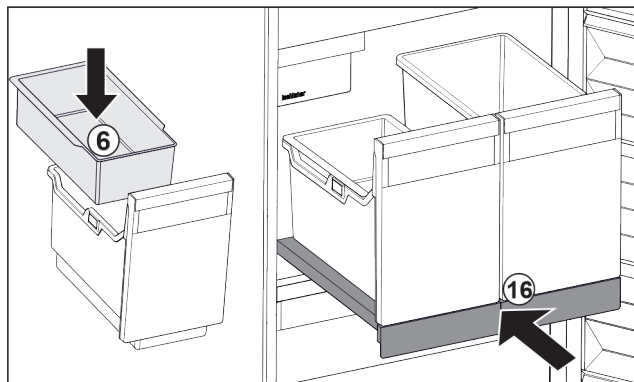

Fig. 30
- ▶ Inserire la vaschetta da agganciare Fig. 30 (6) per i cubetti di ghiaccio.
- ▶ Inserire il ripiano estraibile con il contenitore (IceTower). Fig. 30 (16)